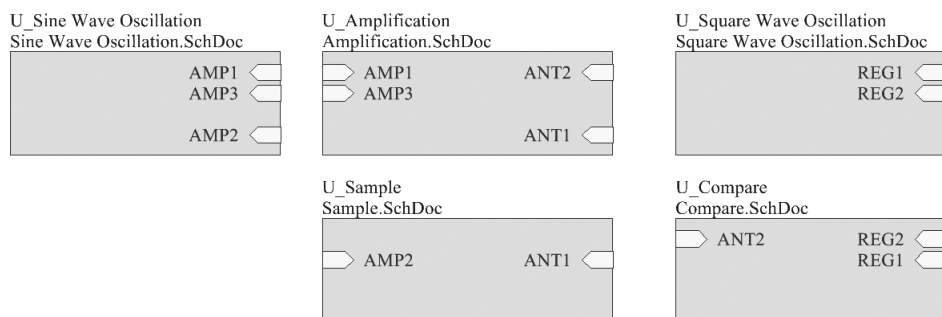

图 5-31 生成的方块图
(3) 将生成的方块图放置到原理图中，同样的方法创建其余与子原理图同名的方块图，放置到原理图中，结果如图 5-31 所示。